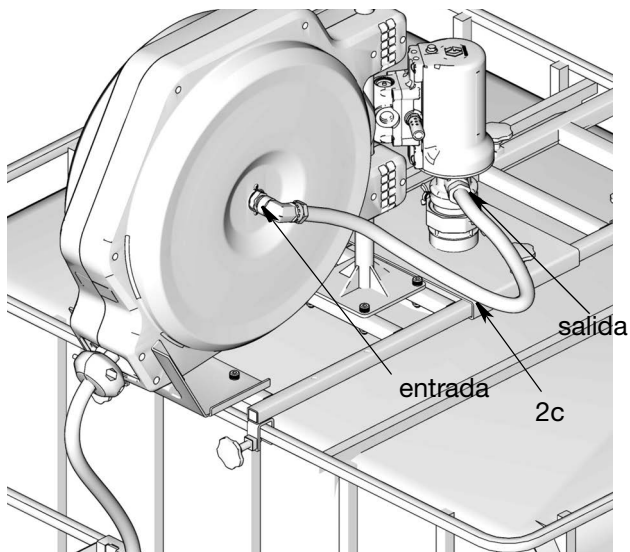

FIG. 19
5. Conecte la manguera flexible de fluido (2c) entre la salida de la bomba y la entrada del carrete (FIG. 19).